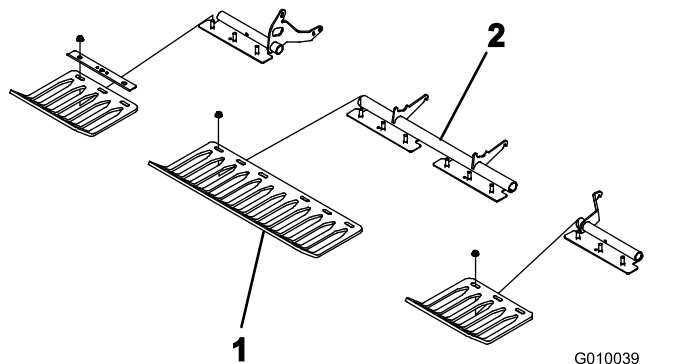

Figura 23
4. Montați fără a strânge protecțiile pentru gazon pe suporturile de protecție pentru gazon cu 4 cleme de protecție pentru gazon și 12 piulițe cu guler (Figura 23). Nu strângeți deocamdată elementele de fixare.
Notă: Fabrica livrează cleme de protecție pentru gazon și piulițe cu guler fixate pe suporturile de protecție pentru gazon (Figura 23).